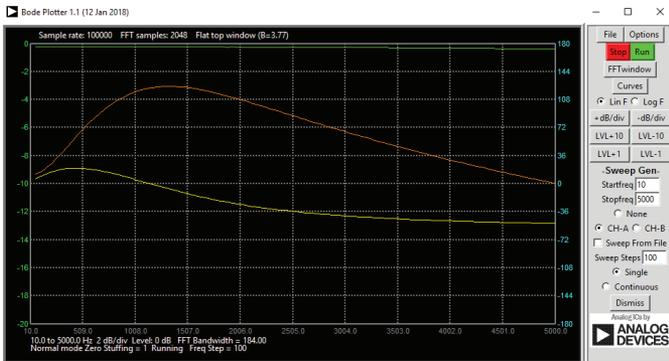

图8. 频率扫描: 10 Hz至5000 Hz
- ▶ 您现在可以按下绿色Run按钮进行频率扫描。扫描完成后,您将会看到类似于图8所示的屏幕截图。您也许想使用LVL和dB/div按钮来优化曲线,使之与屏幕网格的适配度最佳。